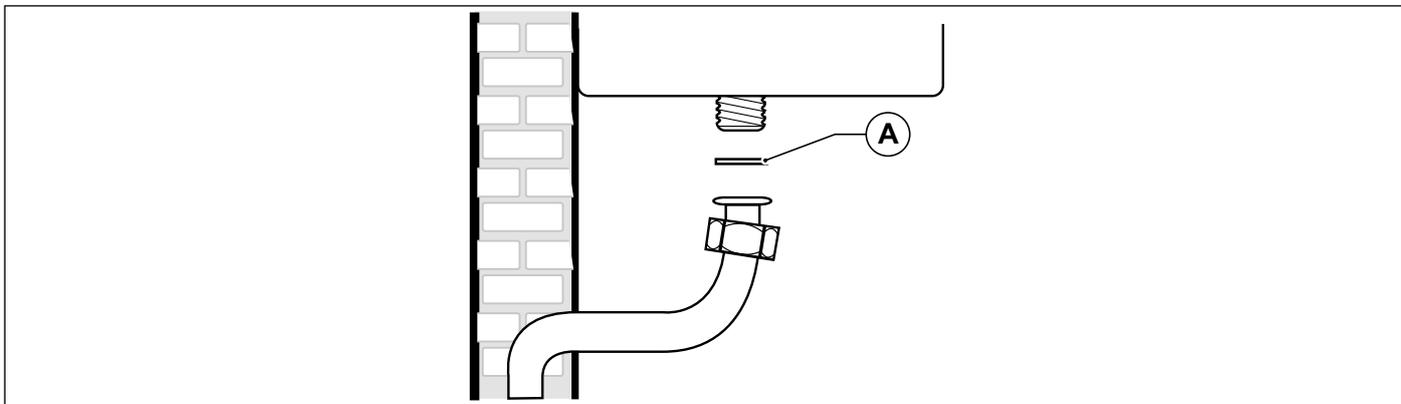

Рис. 19 Подключение к газовой сети
**ОБЯЗАТЕЛЬНО**, при подключении котла к линии подачи ГАЗА использовать накидную гайку с применением прокладки в стыковой полости (смотри Рис. 19 Подключение к газовой сети).